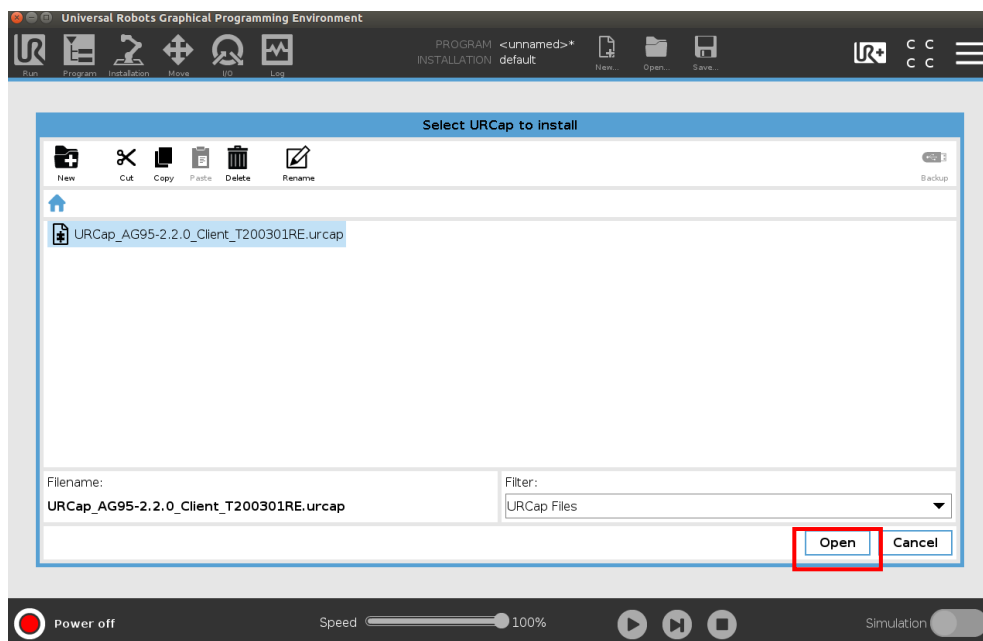

图 5.22 添加文件
4. 选择 U 盘中的 **URCap_AG_95-1. 3. 1_Client_T190301RE.urcap** 文件, 并点击 **Open** 按钮, 如图 5.22 所示。